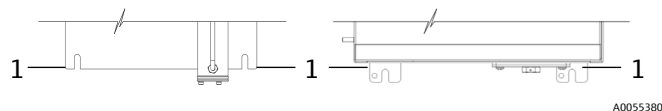

図 9. パネル取付型 (左) /エンクロージャー組込型 (右) 取付用の J22 溝付タブの位置 (1)
2. 適切な設置用機器を使用して、アナライザを安全に持ち上げます。アナライザの持ち上げ/搬送 → 図 9 を参照してください。